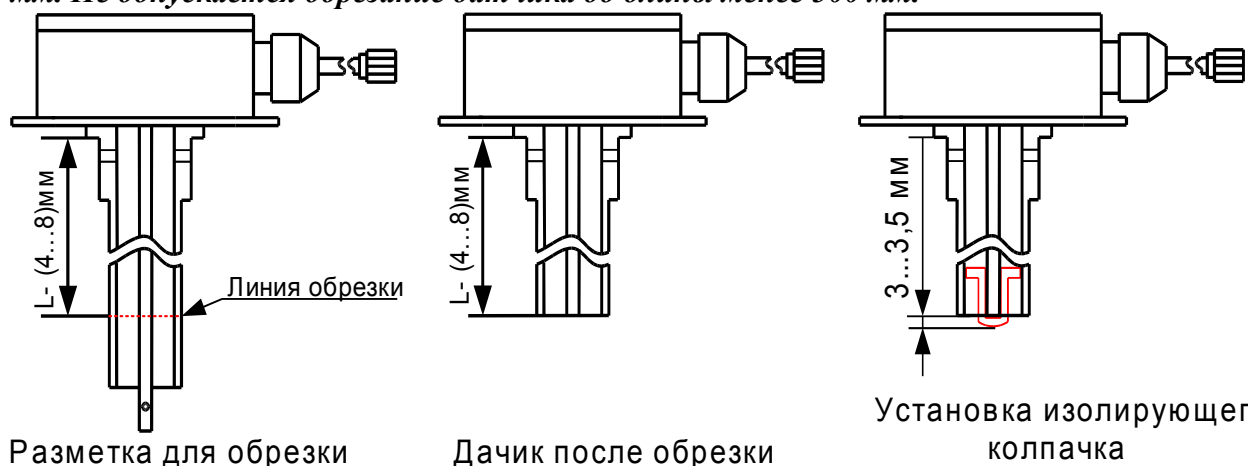

Рис.4 Разметка для обрезки, обрезка датчика до требуемой длины и установка изолирующего колпачка.
Последовательность разметки, обрезки датчика до требуемой длины и установка изолирующего колпачка приведена на рис. 4.
- установить до упора изолирующий колпачок на центральный электрод датчика, **выдержав размер выступающей части колпачка не более 3,5 мм** в соответствии с рис. 4 и убедиться, что щели колпачка не закрыты герметиком;